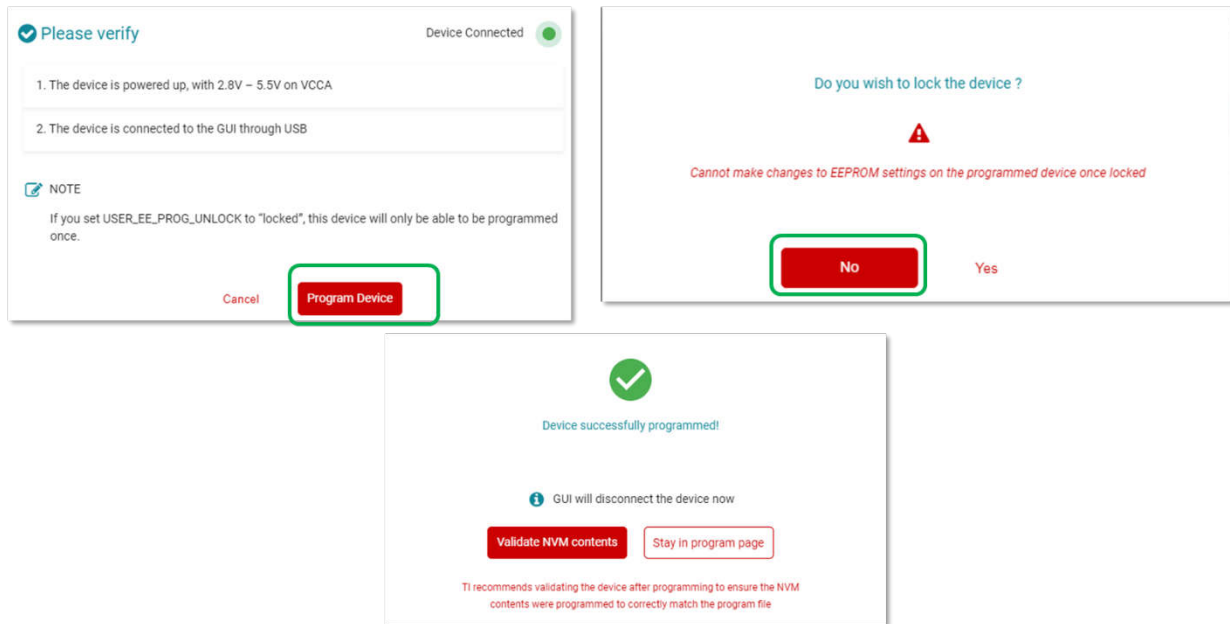

图 5-5. Program NVM 弹窗
- 此后会依次跳出三个弹窗，如图 5-5 所示，前两个务必点击红色的按钮，第三个弹窗根据需求进行选择。至此 PMIC 中的 NVM 已经被更新成所需的固件。需要注意，在 program NVM 界面连续两次 NVM 更新操作（同一个芯片两次更新或换个芯片进行 NVM 更新）时，第二次会出现烧录失败的提示，此时只需要重选文件，点击图 16 中绿色框所示的图标，然后再次 program 一次即可，这是 scalable PMIC GUI 软件的已知 bug。